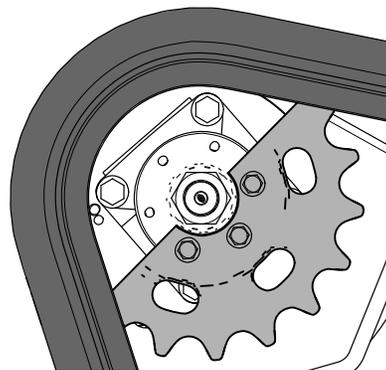

Рисунок 63
- Перемещайте рычаг управления тягой вперед до тех пор, пока другая половина ведущего колеса не выйдет из зацепления с гусеницей (Рисунок 63).